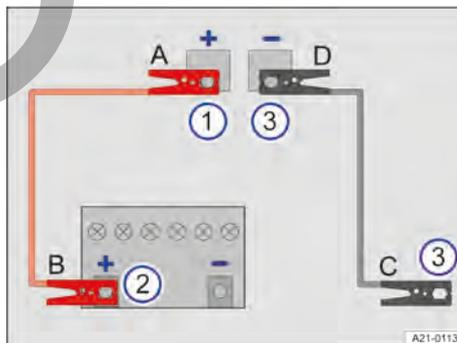

Fig. 169 Esquema para la conexión de los cables de arranque.
Los cables de arranque solo se deberán conectar siguiendo el orden **A – B – C – D** → fig. 169.
2. Para ello, desmonte la cubierta del polo positivo de la batería de 12 voltios → fig. 169 ① → ⚠.
4. Conecte el otro extremo del cable de arranque *rojo* **B** al polo positivo + de la batería del vehículo que suministra la corriente → fig. 169 ②.
5. Conecte un extremo del cable de arranque *negro* **C** preferentemente a una toma para la ayuda de arranque (terminal de masa) del vehículo que suministra la corriente; de lo contrario, al bloque motor o a una pieza maciza de metal atornillada fijamente al bloque motor de este vehículo → fig. 169 ③.
6. Conecte el otro extremo del cable de arranque *negro* **D** preferentemente a la toma para la ayuda de arranque (terminal de masa) del vehículo con la batería de 12 voltios descargada; de lo contrario, al bloque motor o a una pieza maciza de metal atornillada fijamente al bloque motor de este vehículo → fig. 169 ③ → ⚠.
3. Desconecte los cables de arranque únicamente en el orden **D – C – B – A** con los motores en marcha → fig. 169.